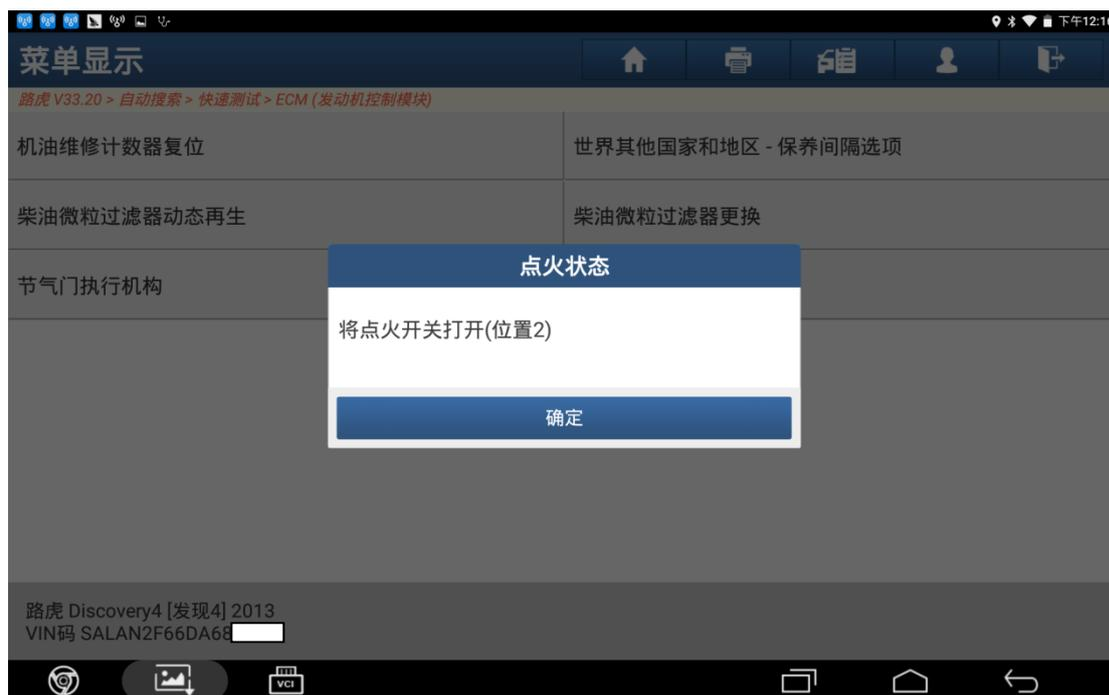

图 8
8). 将点火开关打开（位置 2）后点击“确定”，如图 8: